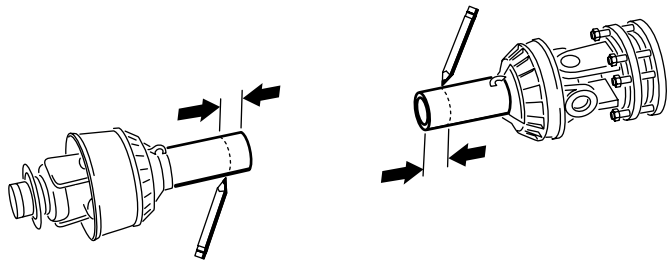

図 20
14. 手順 11 で決定した寸法を使って、安全シールドのみを切断し、各シャフト部分が露出するようにする 図 20と図 21。